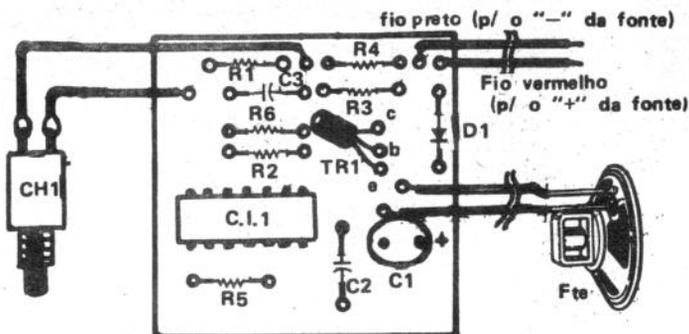

Fig. 8 - Distribuição dos componentes sobre a placa (lado não cobreado).
A distribuição dos componentes, pelo lado não cobreado da plaqueta, deve obedecer ao chapeado da Fig. 8, para o qual chamamos a atenção no seguinte:
- o transistor deve ser conectado com os terminais tal qual o mostrado pela Fig. 8;
Completada a montagem, é de bom alvitre fazer uma revisão cuidadosa de todas as ligações, confrontando-as com o diagrama da Fig. 1 e o chapeado da Fig. 8; depois de certificar-se de que tudo está justo e perfeito em ambos os lados, colocaremos o C.I. no soquete (chanfro à esquerda!) e ligaremos o aparelho a uma fonte (ou eliminador de pilhas) de uns 6 V e, sem nenhum espanto, verificaremos que o alto-falante permanece "mudo", exceto ao calcarmos o interruptor de contatos momentâneos CH1 quando, aí sim, o transdutor emitirá um som bem parecido com o das atuais sirenas do Corpo de Bombeiros.